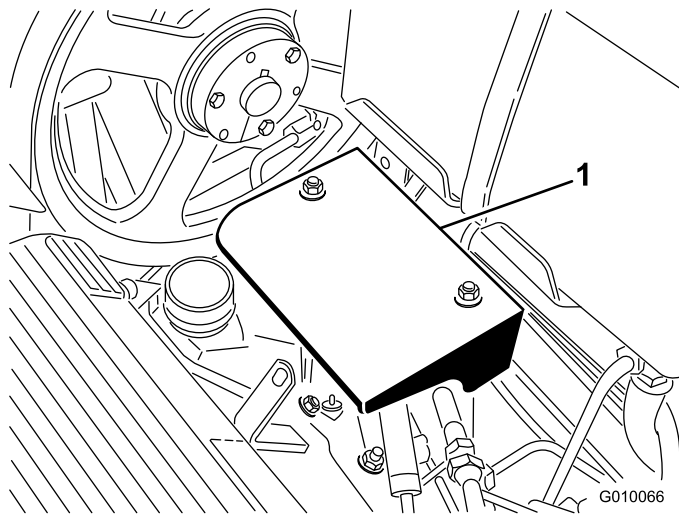

図 56
2. ポンプ・シールド取り付けナット 2 個を外してシールド外す（図 56）。